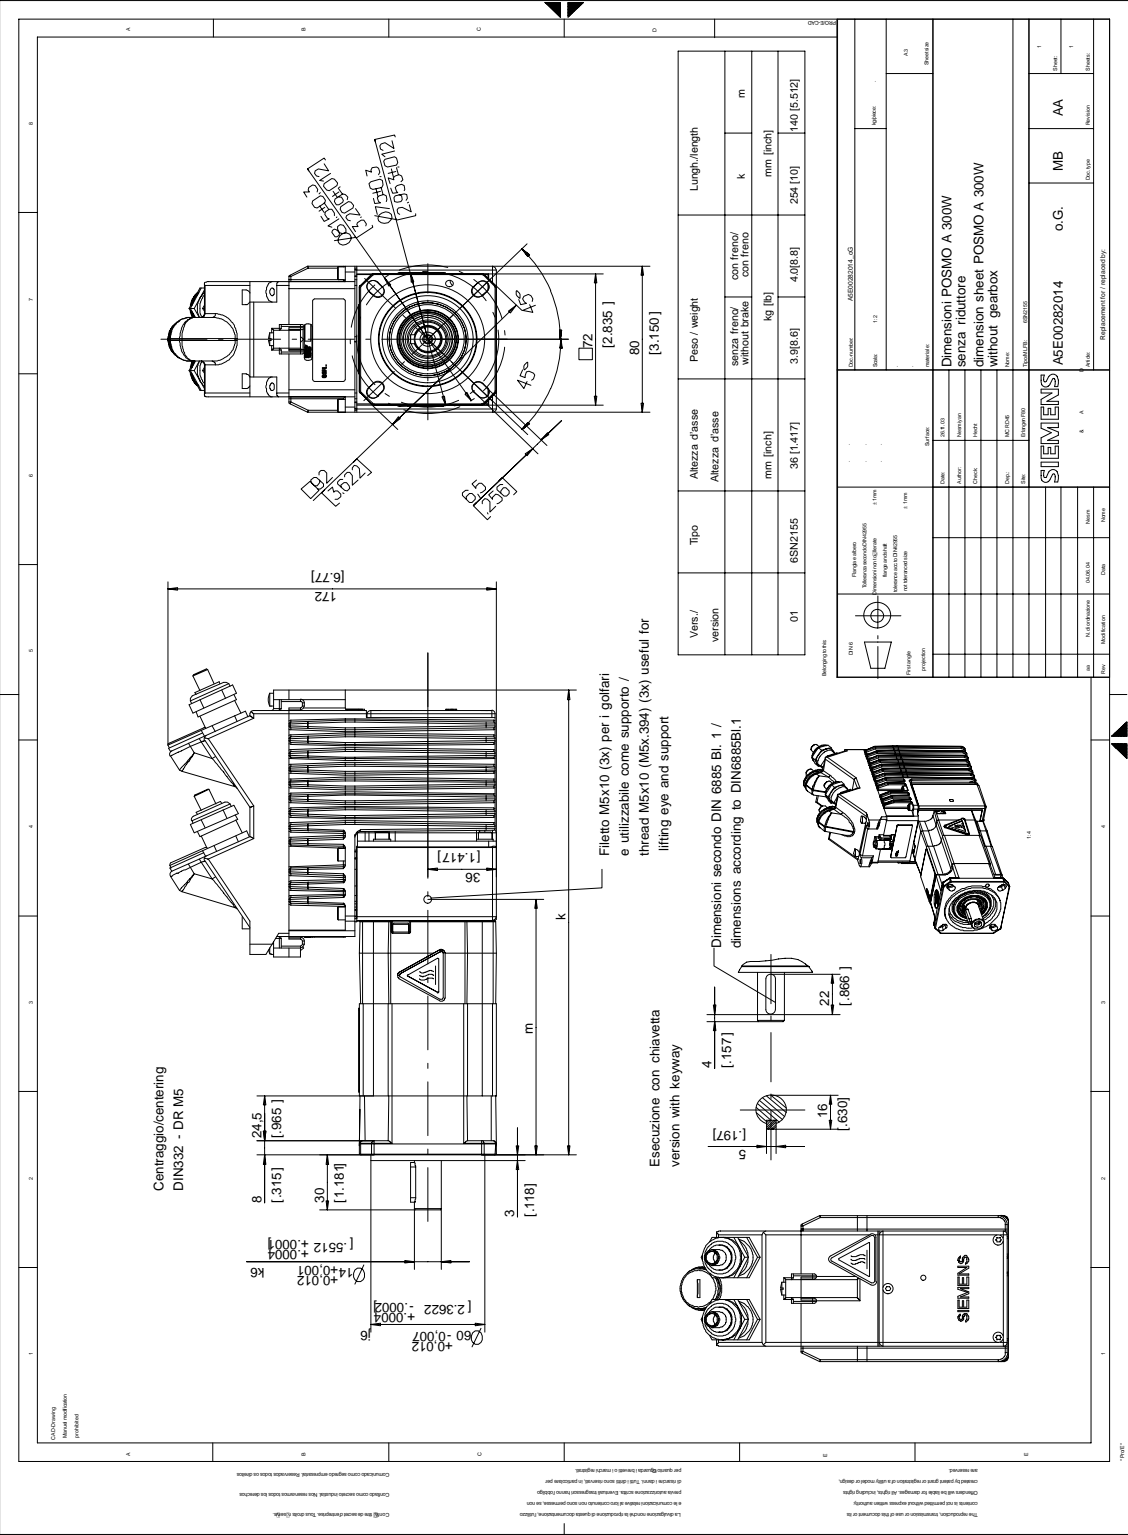

Figura C-4 Dimensioni: SIMODRIVE POSMO A da 300 W senza riduttore
- Motore senza riduttore --> vedere la figura C-4